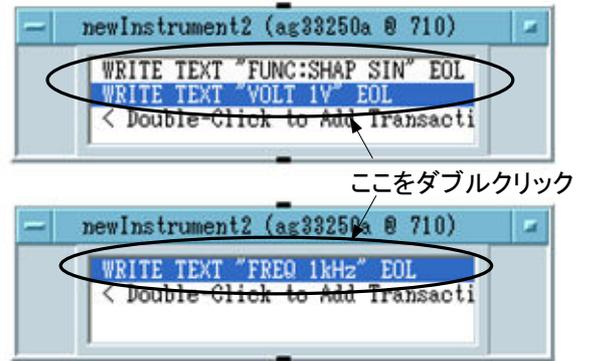

図6-6 "newInstrument" オブジェクト
(10) 図6-6のようにもう一つ"newInstrument"ウィンドウを立ち上げる。前出と同じ手順で呼び出してもよいし、オブジェクトを右クリックして"Clone"より複製してもよい。
同じ測定器に対して、オブジェクトを分けて命令を与えてもよい。図6-6の上側のオブジェクトでは発振器の波形と振幅について設定している。詳細は別紙参照のこと。